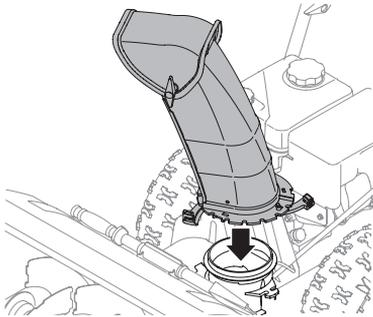

Figure 9
1. Placez la goulotte sur sa base. Voir Figure 9.